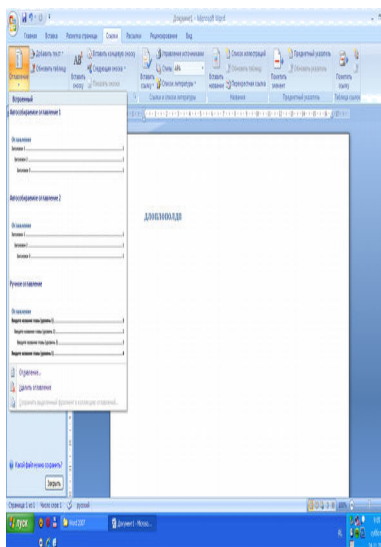

Рисунок 3 – Форматы оглавления
3) В открывшемся диалоговом окне выберите нужный формат – (автособираемое или ручное) – рисунок 3. Если нужно изменить его вид, то самостоятельно настроить оглавление можно через строку **Оглавление...**